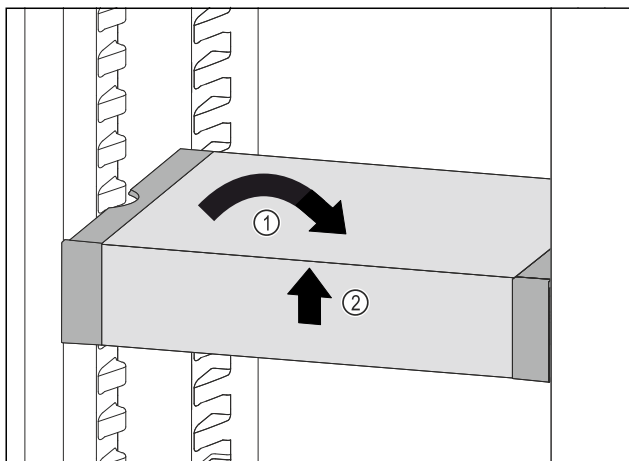

Fig. 118
- Remettre le VarioSafe droit. Fig. 118 (1)
- Soulever la partie avant du VarioSafe. Fig. 118 (2)